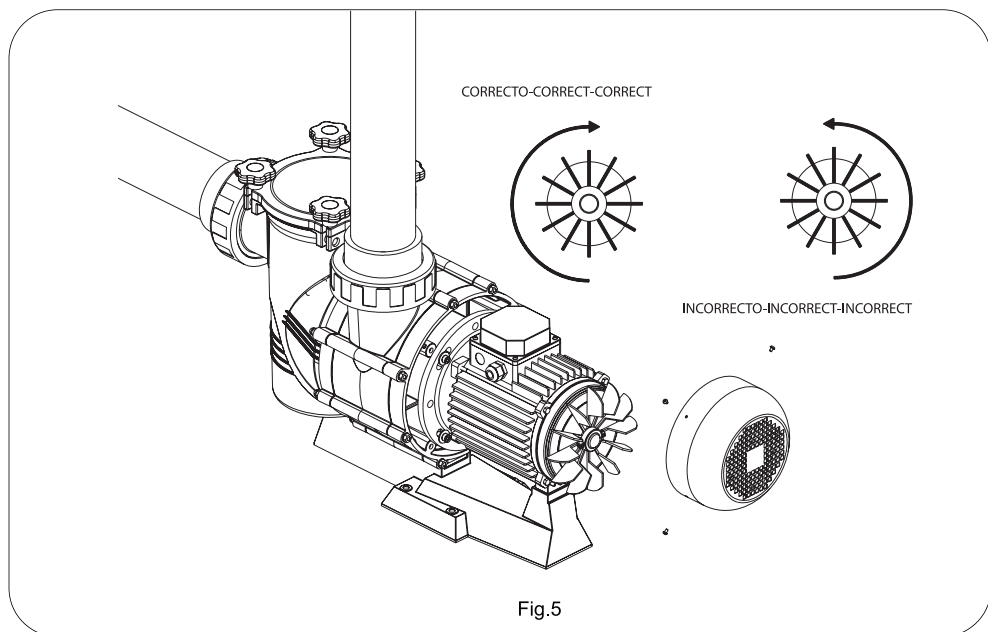

Fig.5
- Vérifier que le sens de rotation du moteur soit correct, moyennant le ventilateur qui se trouve a la part arriere du moteur.(fig.5)